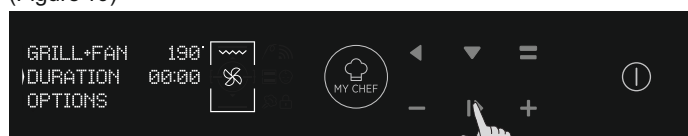

Figure 10
- Appuyez sur la flèche des OPTIONS pour modifier le temps de cuisson. Appuyez sur les touches (+) ou (-) lorsque la flèche de l'afficheur est sur l'onglet DURÉE. Appuyez sur OK pour démarrer la cuisson ou sur RETOUR pour revenir au réglage de la température. (Figure 10)